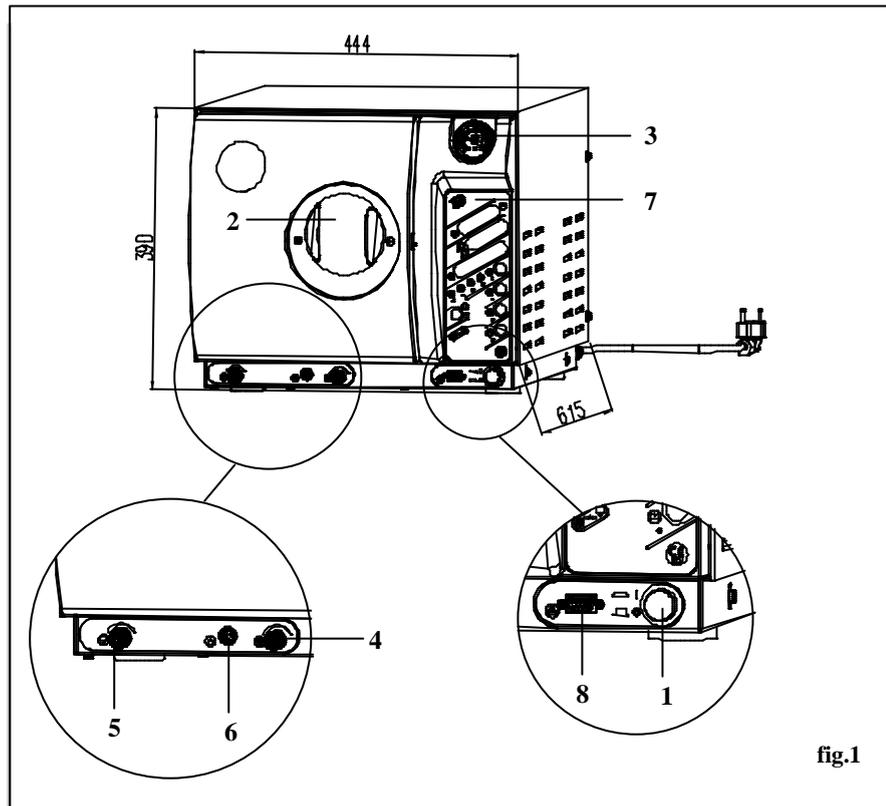

fig.1
- Aprire il portello dell'autoclave, facendo ruotare la manopola **(2** fig.1) in senso antiorario.
Prima di procedere alla pulizia della camera di sterilizzazione, spegnere sempre l'interruttore generale (1 fig.1) e controllare che la camera sia fredda.
- Spegnere l'interruttore generale (1 fig.1)
Inserire il lato del tubo senza innesto nel rubinetto scarico acqua (5 fig.1).
Per lo svuotamento, inserire il lato del tubo senza innesto nel rubinetto scarico acqua (4 fig.1). Aprire quindi completamente il rubinetto avendo cura di inserire il tubo in un contenitore per ricevere l'acqua di scarico.
Il portello non si apre e sul manometro il valore della pressione è al di sotto o al di sopra dell'equilibrio barico.	<p>⇒ Premere RESET o spegnere l'autoclave tramite l'interruttore generale (1 fig.1).</p> <p>⇒ Il problema persiste consultare l'assistenza tecnica.</p>
Dimensioni	: vedi disegno fig. 1